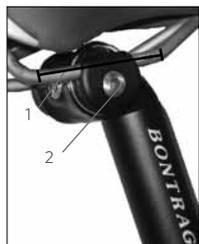

FIGURE 17:
- Pour un boulon traversant la tête de la tige et nécessitant une clé Allen de 5 mm (Figure 17) : 13,6 à 14,7 N*m